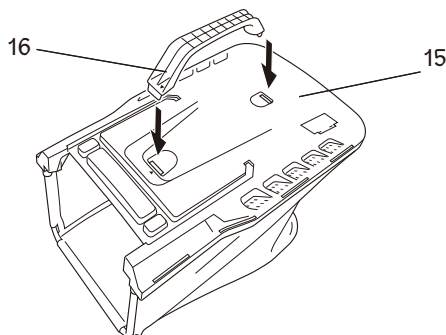

FIG. 6
1. Aligner et insérer la poignée de transport (16) dans les fentes du cadre supérieur du sac à gazon (15) jusqu'à ce que la poignée s'enclenche (Fig. 6). puis utilisez la vis pour fixer la poignée des deux côtés.